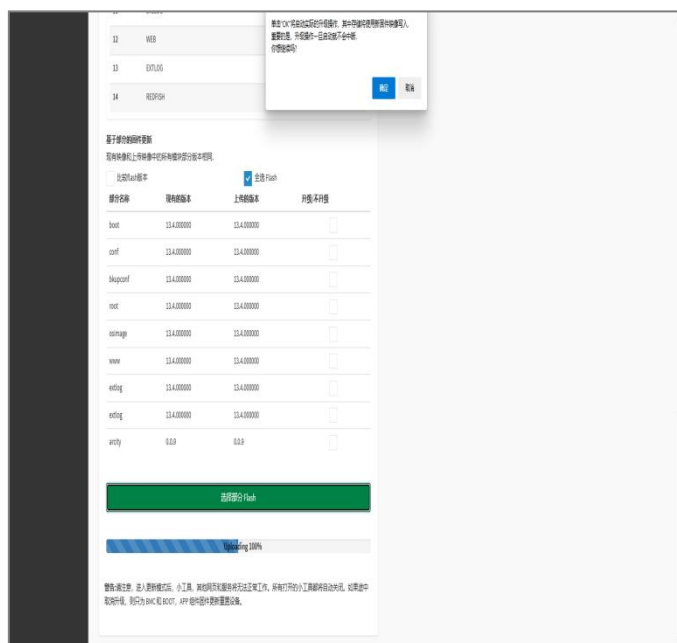

图 5.13-9：固件更新 5
4. 上传完毕后，勾选“全部更新”后，点击“Flash 所选的部分”后开始固件更新，如图 5.13-9